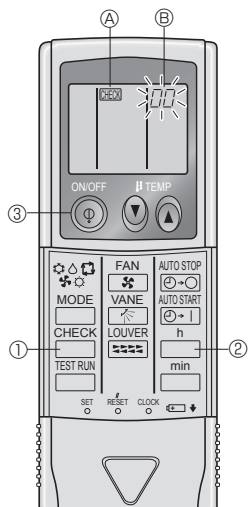

Fig. 7-6
7.3.2. Kablosuz uzaktan kumanda için (Fig. 7-6)